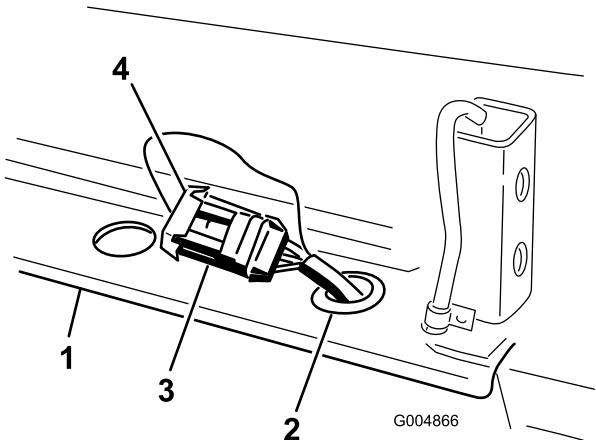

Figure 25
1. Insérez mes fils du grand connecteur de faisceau dans le passe-câble droit du support de cadre arrière (Figure 25).